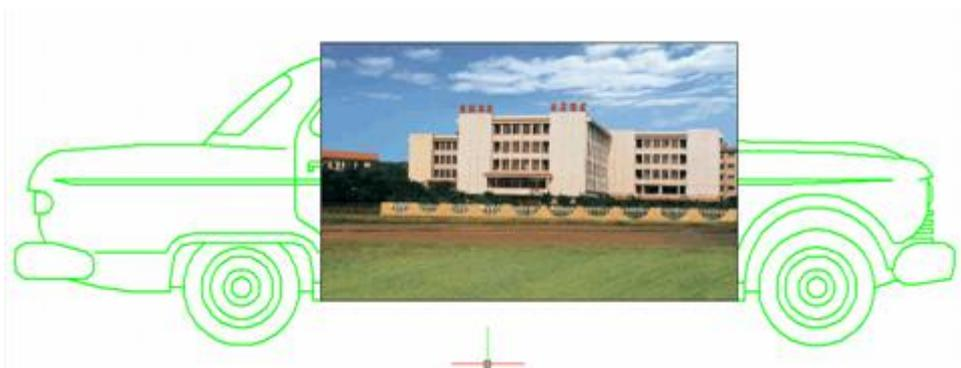

图 7-17 关闭透明功能
2. OFF 模式: 关闭透明功能, 使图像后的对象不可见, 如图 7-17 所示。